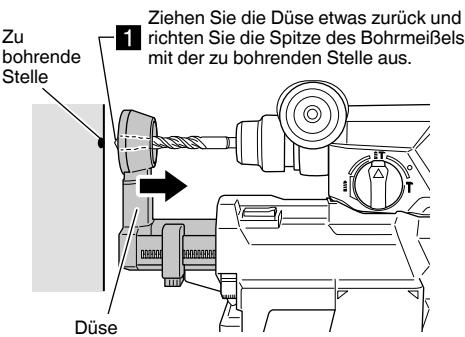

Abb. 10
(1) Greifen Sie die Düse mit Ihrer Hand und ziehen Sie sie etwas zurück und richten Sie die Spitze des Bohrmeißels mit der Stelle aus, an der gebohrt werden soll. (Abb. 10)